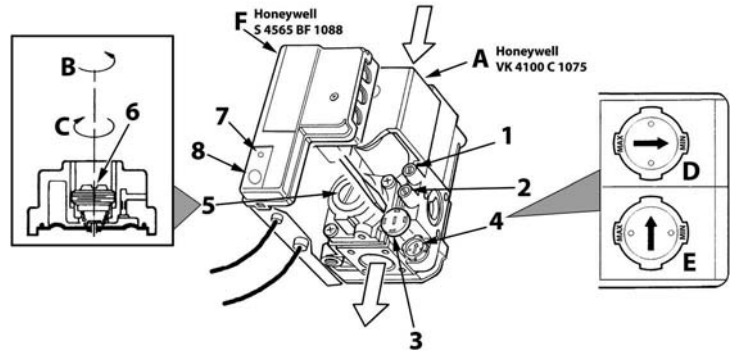

рис. 17 - Регулирование давления
На котле PEGASUS D LN можно регулировать тепловую производительность топки и, следовательно, тепловую мощность, передаваемую воде системы отопления; это делается исключительно путем регулировки основной горелки с помощью газового вентиля (см. рис. 17). На графиках, приведенных в параграфе сар. 5.2, показано изменение передаваемой воде тепловой мощности в зависимости от изменения рабочего давления горелки. Возможность приведения мощности котла в соответствие с реальными потребностями отопления означает, прежде всего, снижение потерь и экономии топлива. Кроме того, при регулировке мощности, регламентированной также стандартом, котлы сохраняют значения КПД и характеристика сгорания почти без изменений.
1. С помощью небольшой отвертки снимите защитный колпак 5 вторичного привода газового вентиля рис. 17.
2. Подключите манометр к клемме давления 2 (рис. 17), расположенного после газового вентиля, затем переведите ручку термостата котла на максимум.
3. Регулируйте давление с помощью винта 6 (рис. 17) на желаемое значение, руководствуясь диаграммами, приведенными в параграфе сар. 5.2.
2. Снимите с газового вентиля маленький защитный колпак 3 (рис. 17). С помощью маленькой отвертки регулируйте "СТУПЕНЬ" розжига на основании выбранного для работы газа (G20-G25 положение D рис. 17 или G30-G31 положение E рис. 17); установите защитный колпак на место.
- Спустите воздух из газопроводных труб через штуцер отбора давления 1 газового вентиля (рис. 17).